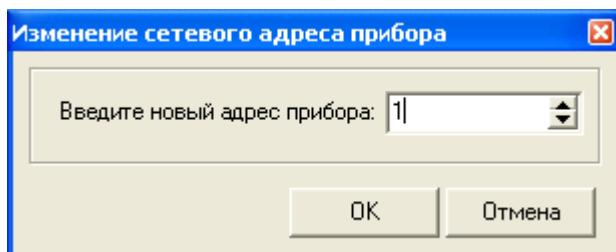

Рисунок 6
-  Для задания или изменения **сетевого адреса** прибора выберите команду **«Прибор» → «Изменение сетевого адреса»** в меню программы Uprog и задайте требуемый адрес в появившемся окне (см. Рисунок 6).